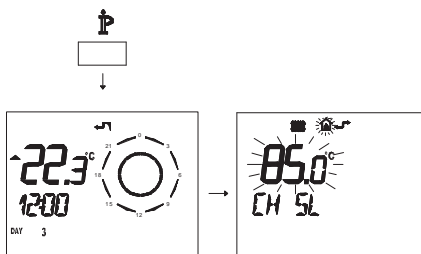

Figura 5.88
- Premere per più di 3 secondi il pulsante para per entrare in modalità INFO (Figura 5.88).